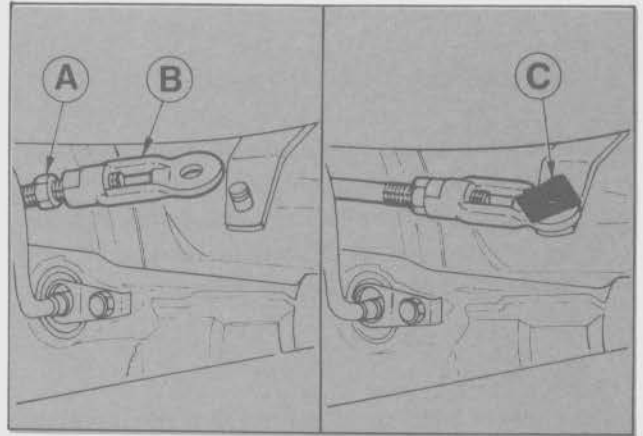

Fig. 4 - Ajuste de la varilla selectora
- Retirar el clip de sujeción de la palanca del selector. Extraer la varilla con el buje plástico (Fig. 4).